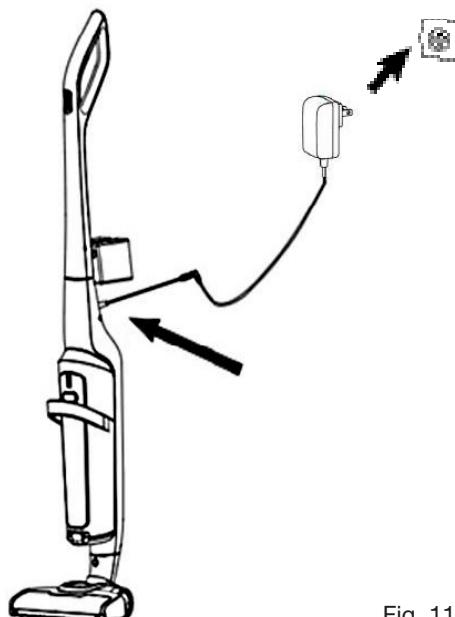

Fig. 11
2. Sluit het andere uiteinde van de netstroomadapter vervolgens aan op een muurstekker (Fig. 11).